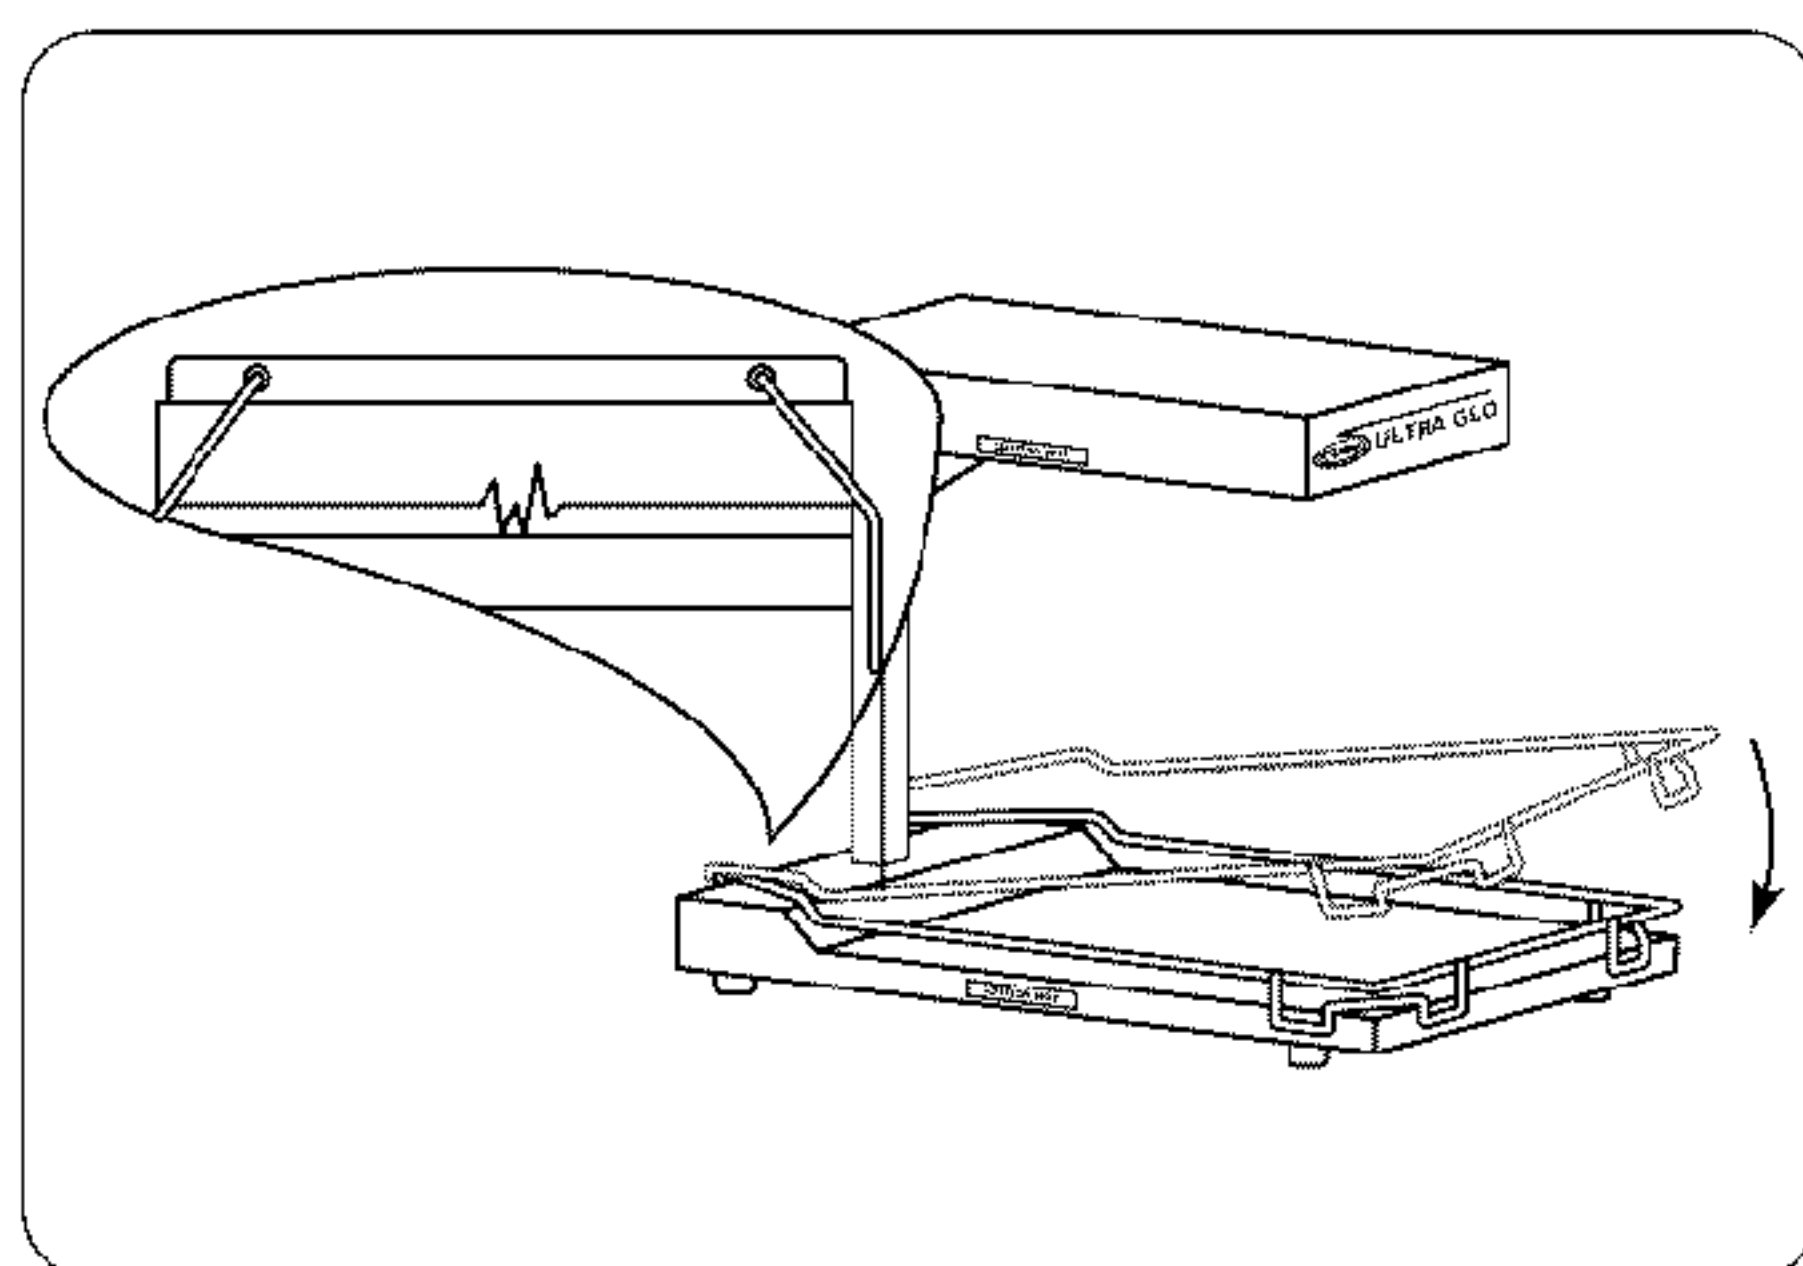

Рис. 15. Установка хромированной направляющей поддона
3. Вставьте раскрытые концы хромированной направляющей поддона. (См. рис. 15.)